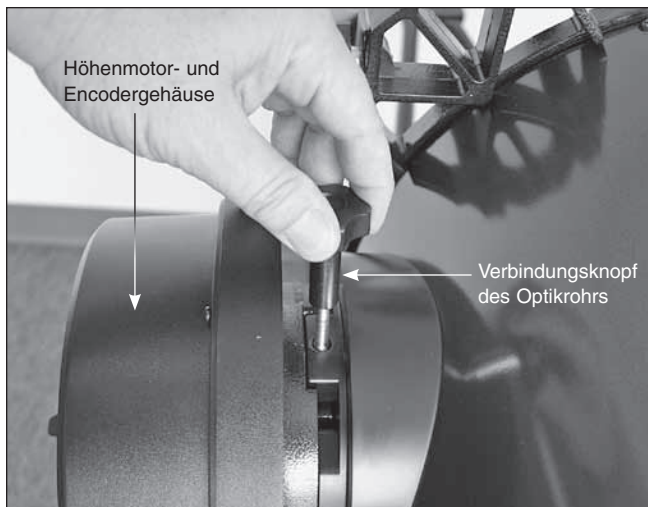

Abbildung 19. Befestigen Sie das Optikrohr mit Hilfe des Verbindungsknopfs an der Basis.
3. Setzen Sie nun den Verbindungsknopf des Optikrohrs ein und ziehen Sie ihn fest, um den Optikrohrabschnitt zu sichern (Abbildung 19).